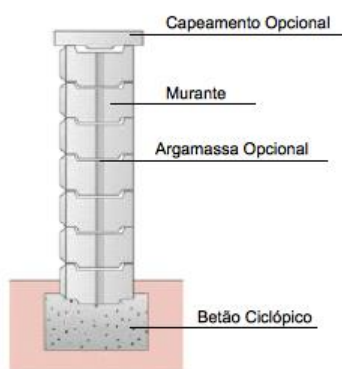

Fig. 1
- A execução da fundação poderá ser realizada em material granular bem compactado, betão ciclópico ou betão armado, dependendo da carga a suportar pelo Muro e das características do terreno. (Ver Fig. 1)